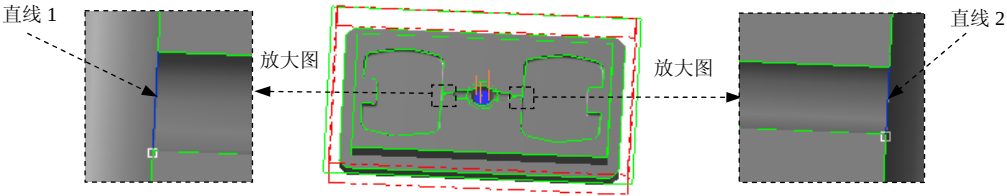

图 20.33 绘制加工边界
Step1. 绘制加工边界。选择下拉菜单 **C 绘图** → **L 任意线** → **E 绘制任意线** 命令，绘制图 20.33 所示的两条直线，然后单击 **✓** 按钮。